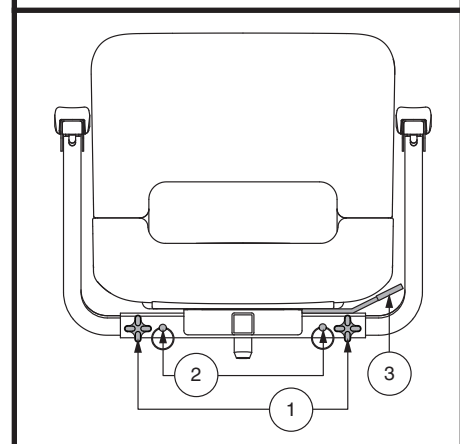

Figura 14. Regolazioni del sedile
1. Allentare le manopole di regolazione del bracciolo. Vedere figura 14.
L'angolo del bracciolo dello scooter può essere regolato verso l'alto o verso il basso. Per regolare l'angolazione del bracciolo, sollevare il bracciolo e regolare l'otturatore per trovare l'angolazione desiderata.. Vedere figura 14.